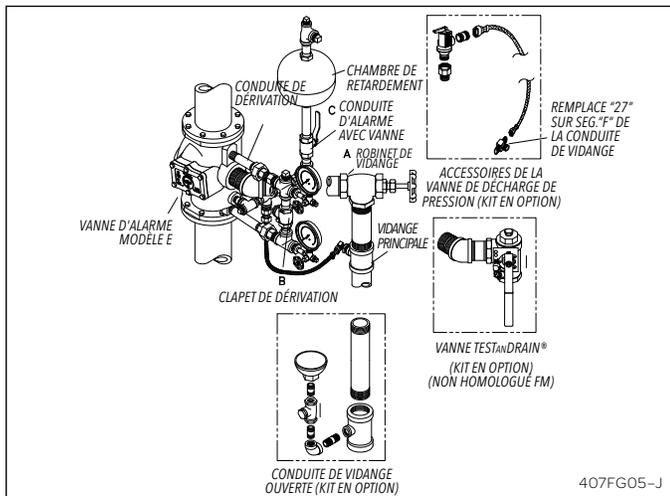
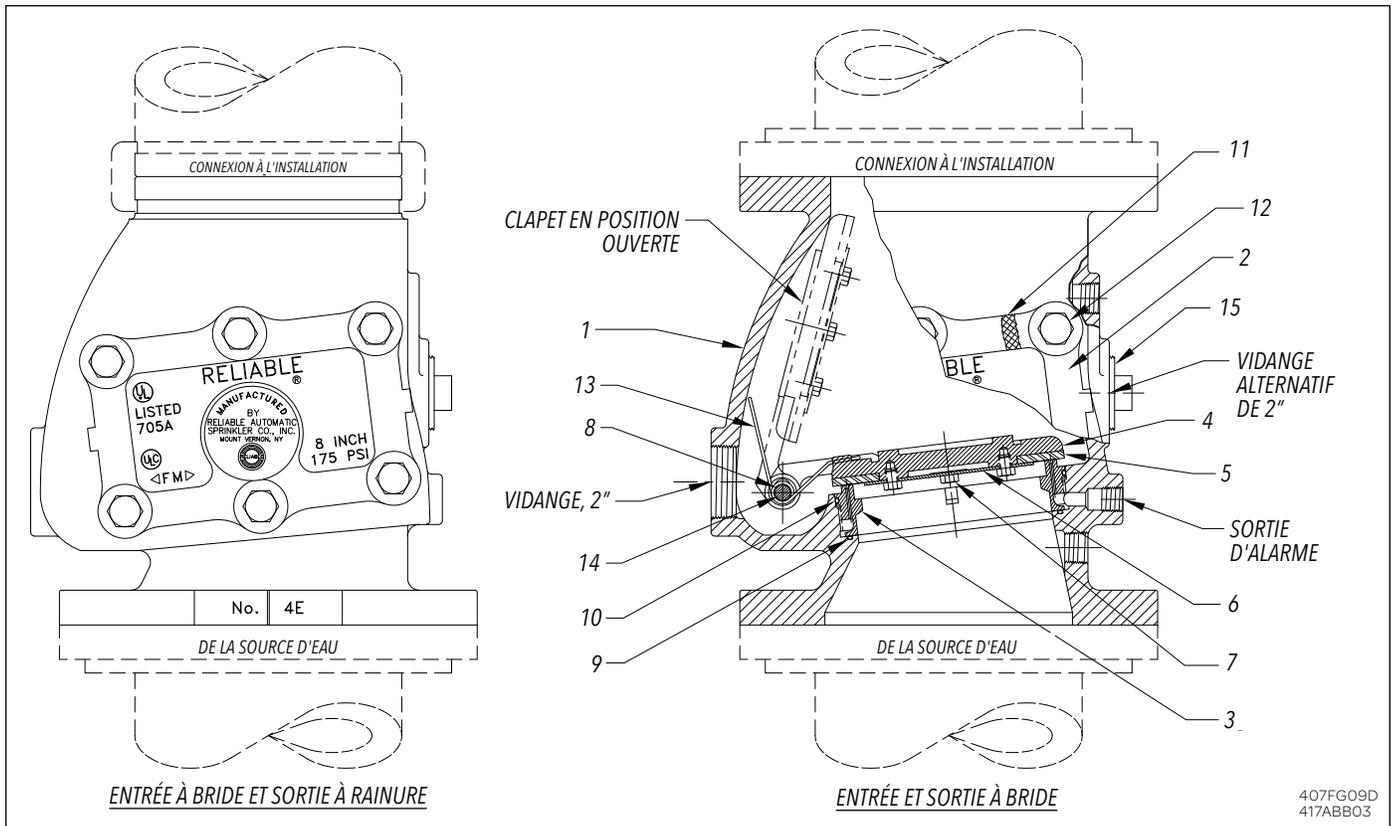

Fig. 7 – Accessoires E3 pour installation verticale
Fig. 9
1. La conduite de dérivation, figure 7, dotée d'un clapet anti-retour (B), permet à la surpression de pénétrer dans la tuyauterie du système en aval du clapet d'alarme sans que le siège de ce dernier se soulève. Les surpressions fréquentes font accumuler un excès de pression dans le système, ce qui maintient le clapet en place et prévient le déclenchement de fausses alarmes. Si une forte surpression éloigne le clapet de son siège et permet à l'eau de s'écouler dans les conduites d'alarme, la chambre de retardement de modèle E1 de Reliable entre en action.
Tests (voir Figs. 7 et 8)
1. Ouvrir la vanne (A), figure 7, pour la vidanger. Cela devrait éliminer toute substance du siège de la vanne d'alarme. Fermer la vanne et observer si le débit d'eau cesse.
Assemblage : Élément 5, figure 9.
- 3) Joints toriques du siège : Éléments 9 et 10, figure 9.
- c. Dans les deux cas (a ou b), vidanger le système en ouvrant la vanne (A), fig. 7 et 8. Retirer le couvercle (2), figure 9, le bouchon de l'arbre (14), l'axe de charnière (8) et le clapet (4). **Remarque :** Lorsque vous retirez l'axe de charnière (8), maintenez le ressort (13) enfoncé.
- 2) Retirer les joints toriques, éléments 9 et 10, figure 9. Nettoyer consciencieusement les rainures des joints toriques et les surfaces d'étanchéité. Vérifier que les joints ne sont pas endommagés et ne comportent aucun corps étranger.
- 3) Replacer le couvercle (2) en s'assurant que le joint du couvercle (11) est en place et que les boulons et écrous sont bien vissés.
- 4) Fermer la vanne de vidange (A), fig. 7. Ouvrir lentement la vanne d'arrêt principale. S'assurer que la vanne (C) et la vanne d'arrêt principale sont contrôlées correctement en position OUVVERTE.
Les fausses alarmes sont généralement provoquées par des surpressions survenant dans l'alimentation en eau. Elles peuvent se produire si le système perd son excès de pression (voir la section Fonctionnement). Des lectures similaires sur les manomètres du système et de pression indiquent que l'état de pression excédentaire a disparu. Un ou plusieurs des facteurs suivants contribuent à cette perte de pression – Fuite des robinets de vidange, fuite du siège de la vanne d'alarme (3), Figure 6, fuite entre le clapet (4) et le revêtement (5) ou fuite au niveau du clapet de dérivation (H), fig. 7. Mesures correctives :
- a. Fermer la vanne d'arrêt principale et libérer la pression entre la vanne d'arrêt principale et le clapet de la vanne d'alarme via la vanne du manomètre inférieur NPT 1/4". Fermer cette vanne avant de retirer le bouchon NPT 1/4" et l'ouvrir ensuite, une fois que le bouchon a été retiré, pour libérer la pression. Si de l'eau continue à s'écouler de cette vanne, le clapet de dérivation (B) doit être nettoyé, réparé ou remplacé.
- b. Si le clapet de dérivation (B) fuit, procéder aux réparations nécessaires après avoir ouvert la vanne (A) pour vidanger complètement le système.
- c. Après avoir effectué ces réparations, fermer les vannes (A), puis ouvrir lentement la vanne d'arrêt principale et la contrôler de manière appropriée.